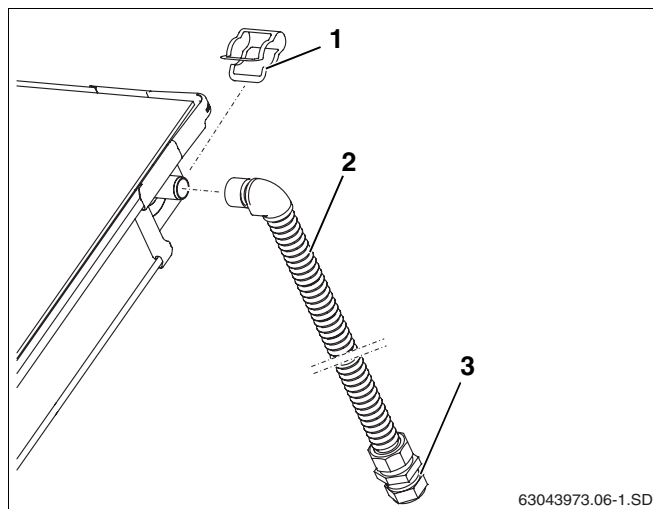

Рис. 34 Монтаж подающей линии (без воздушного клапана на крыше)
- Надеть соединительную трубу (1000 мм, рис. 34, поз. 2) на штуцер подающей линии коллектора и зафиксировать зажимом (рис. 34, поз. 1).
- Подключить сборную линию к резьбовому соединению с зажимным кольцом (рис. 34, поз. 3).